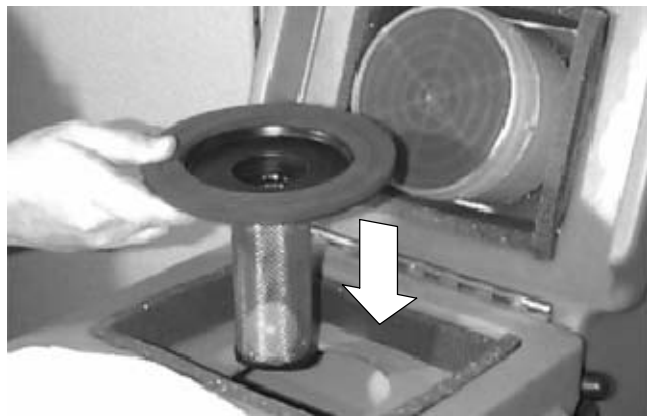

図 10
2. 本機には、汚水回収タンクが満水状態になったときに自動的に水の吸引を停止するためのフロートスクリーンが装備されています。バキュームシステムの破損を防ぐため、吸引が停止された場合は、すぐに汚水回収タンクを空にしてください。（図10）